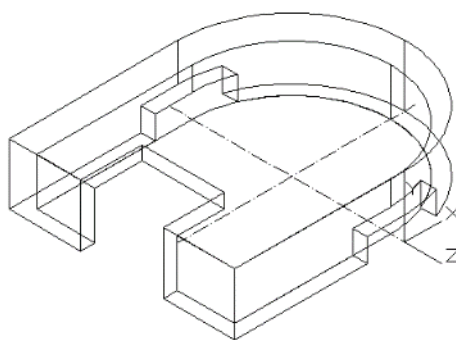

Рисунок 7.2.5 – Результат действия команды Вычитание.
- Командой **Вычитание** из тела основания вычесть призму. Рис. 7.2.5